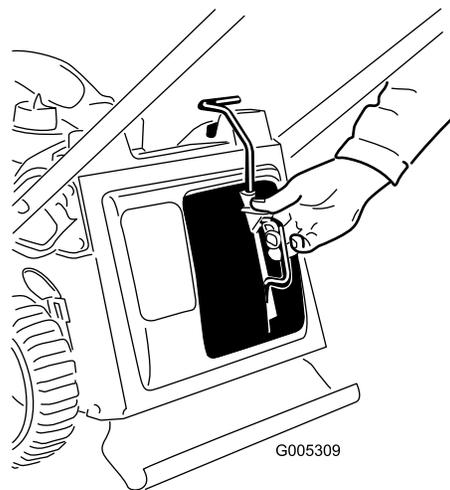
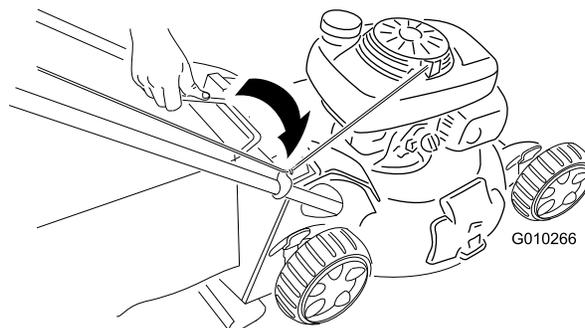

Figure 19
Figure 20
- Montez l'obturateur de mulching (Figure 19) ou le bac à herbe (Figure 20) sur la machine.